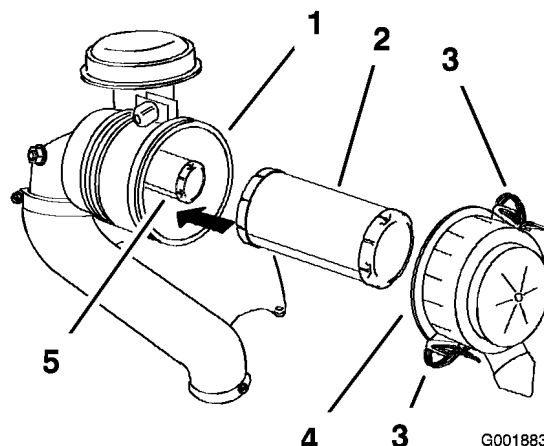

Figure 32
3. Ouvrez les dispositifs de verrouillage du filtre à air et enlevez le couvercle du corps du filtre (Figure 32).
5. Sortez le l'élément principal du corps du filtre avec précaution (Figure 32).
2. Si vous remplacez l'élément de sécurité, insérez-le avec précaution dans le corps du filtre (Figure 32).
3. Placez ensuite l'élément principal sur l'élément de sécurité avec le même soin (Figure 32).
4. Reposez le couvercle du filtre à air, le côté portant l'inscription **UP** en haut, et fermez les dispositifs de verrouillage (Figure 32).